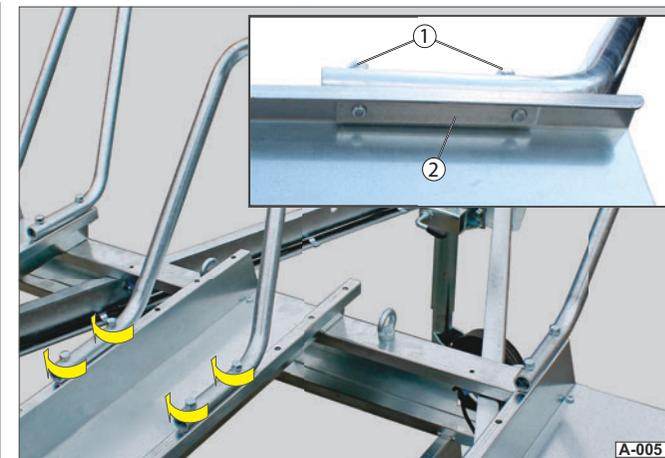

Abb. 5 Standbügel fixieren
- ▶ Stecken Sie die Sechskantschraube mit Federring (Abb. 5/1) von oben durch die Bohrungen.
- ▶ Halten Sie die Gewindeplatte (Abb. 5/2) von unten gegen.